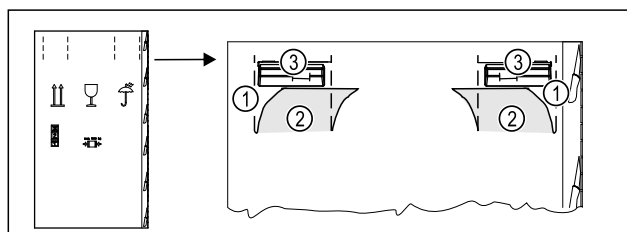

Fig. 4
- Comprimere il cartone di imballaggio in alto sulla perforazione Fig. 4 (1).
- Estrarre le linguette compresse Fig. 4 (2).
- ▶ La maniglia di trasporto Fig. 4 (3) a destra e a sinistra è visibile.
- ▶ Tenere l'apparecchio dalle maniglie di trasporto Fig. 4 (3).